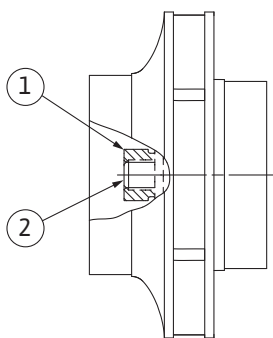

Fig. 102: Position correcte de l'écrou de blocage de roue après le montage
8. Maintenir l'arbre avec une clé (de 22 mm) et serrer l'écrou de blocage de roue selon le couple de serrage prescrit (voir tableau « Couples de serrage » [► 28]). L'écrou (Fig. 102, pos.1) doit affleurer à  $\pm 0,5$  mm l'extrémité de l'arbre (Fig. 102, pos.2). Si ce n'est pas le cas, desserrer l'écrou et répéter les étapes 4 à 8.
9. Retirer la clé plate et remonter la tôle de protection (Fig. I/III, pos. 27).